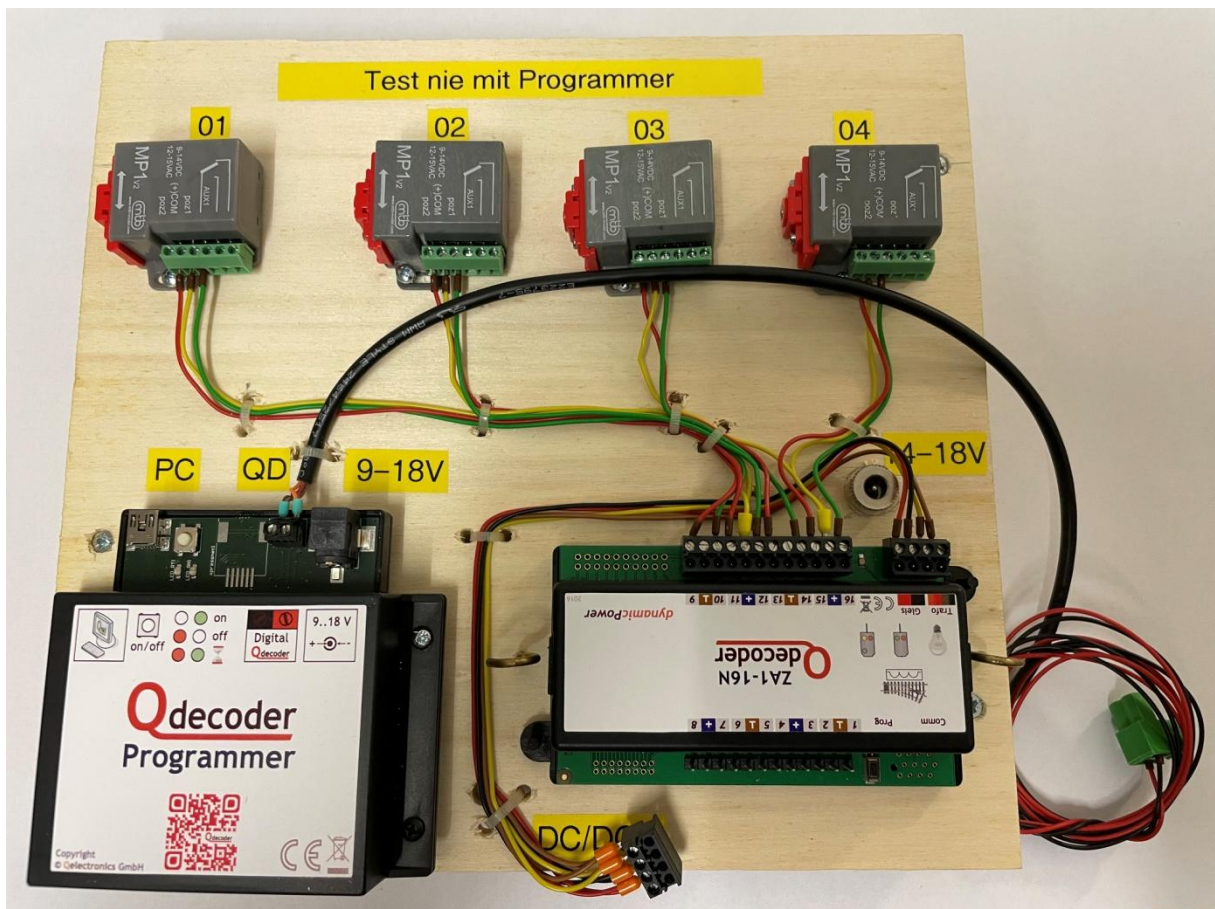

Bild 1
- Somit können 8 Weichen genutzt werden da die Plus-Anschlüsse parallel verwendet werden. In meinem Foto sind diese paarweise angeschlossen (siehe Bild 1: gelbe Kabel am Qdecoder)